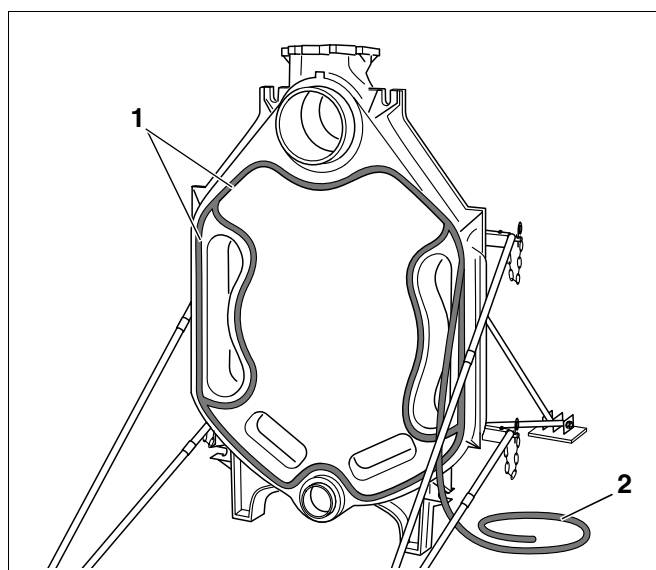

Fig. 16 Innlegging av pakningssnor (KM-snor)
- Legg den elastiske pakningssnoren (KM-snor: Fig. 16, **Pos. 2**) inn i pakningsnotene på forsiden av bakelementet, start i øvre navområde (Fig. 16, **Pos. 1**) og trykk forsiktig. I skjøtene skal pakningssnoren overlappe 2 cm og trykkes godt sammen.